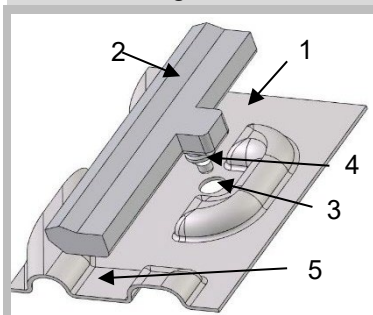

Abbildung 29: Ausschnitt Wärmeübertragerplatte [1] und Dichtung [2]
- Achten Sie darauf, dass die Dichtungen [2] in der vorgesehenen Nut [5] und die Befestigungsnippel [4] in den vorgesehenen Löchern [3] der Wärmeübertragerplatte [1] sitzen (Abbildung 29 bis 31).